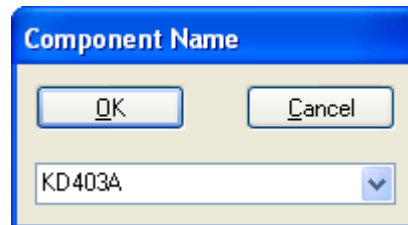

Рисунок 3.26 - Запись созданного библиотечного компонента в библиотеку
- Выполнить команды **Component/Save** и, нажав на кнопку **OK**, записать созданный библиотечный элемент в библиотеку под именем **KD403A** (рис. 3.26).